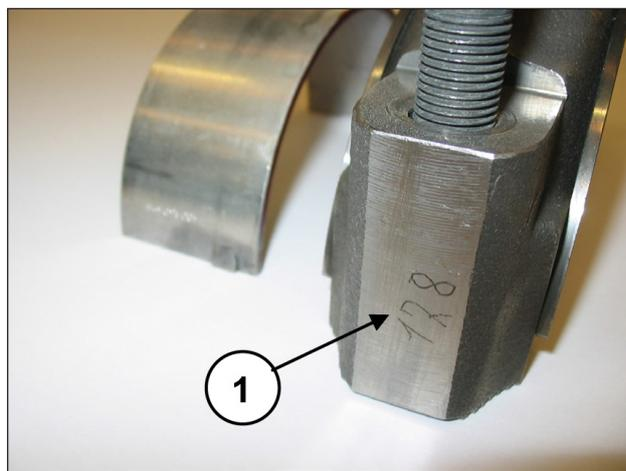

Fig. 19
Para evitar posibles errores, sombreretes y semibielas han sido enumerados en un lateral (pos. ①, Fig. 19).